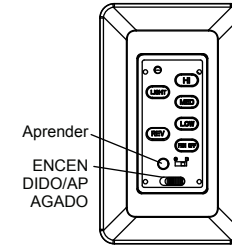

Fig. 31
**Paso 1.** Una vez completada la instalación, pulse el botón LEARN durante 3 segundos en un plazo de 30 segundos una vez que se enciende la alimentación de CA. El ventilador se encenderá a velocidad media y luz (si está instalado) se encenderá. Esto confirma que la configuración de SMART SYNC está activa y está bien. (Fig. 31)
Restaurar la alimentación del ventilador de techo y probar el funcionamiento correcto (Fig. 31)